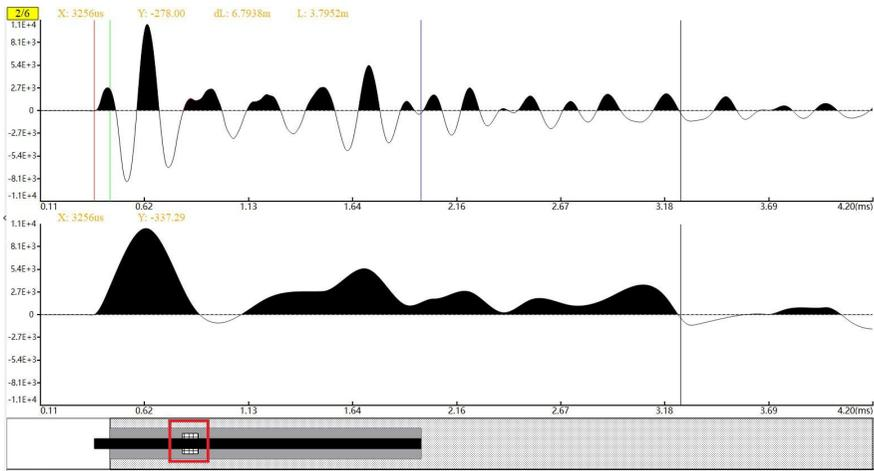
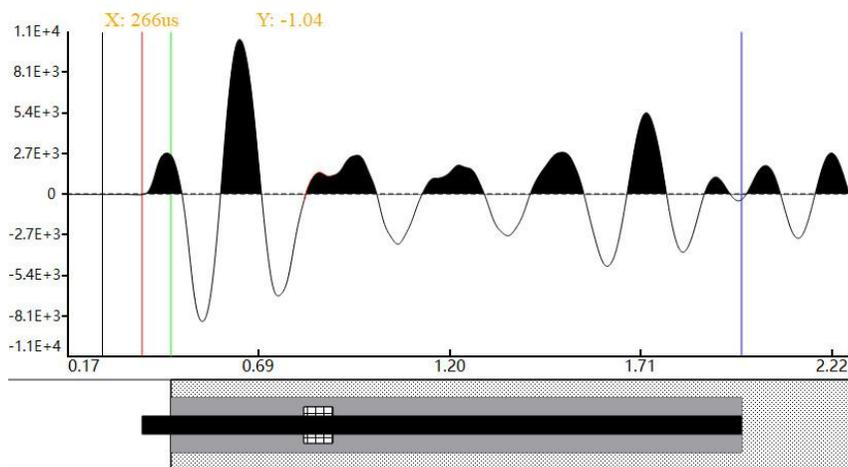

图 3-19 撤销单个缺陷
图 3-23 杆头外露端杆底标注
- 撤销单个缺陷：按照缺陷标注顺序，每次撤销最近标注的单个缺陷如图 3-19，快捷键为 .
在标注立柱杆头/外露端/杆底时，若杆头/外露端/杆底对应图标被选中，则可使用鼠标左键在选好的位置上进行单击；若杆头/外露端/杆底对应图标都未被选中，则可使用鼠标左键在选好的位置上进行单击并停顿稍许，在弹出的菜单中选择当前标注位置对应立柱杆头/外露端/杆底，如图 3-19。操作完成后，会在选中位置出现一条红色/绿色/蓝色的竖线，该位置即为标注的立柱杆头/外露端/杆底，如图 3-23 所示。此三个端点相互之间存在着约束关系，即：标注的杆头必须在外露端左边；标注的外露端必须在杆头和杆底之间；标注的杆底必须在外露端右边。这样在进行标注的时候可以大大提高标注的精准性和减少误操作。